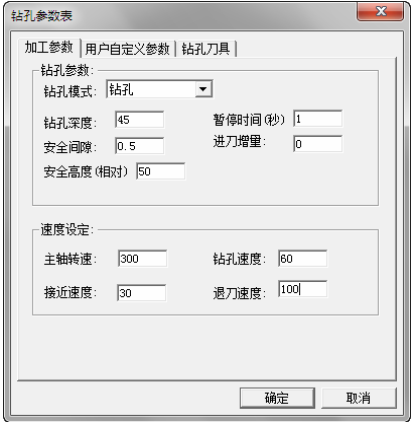

图 4-60 钻孔参数设定
1) 单击“加工参数”选项卡，设置参数，钻孔模式：钻孔；钻孔深度：45；暂停时间（秒）：1，其他参数如图 4-60 所示。